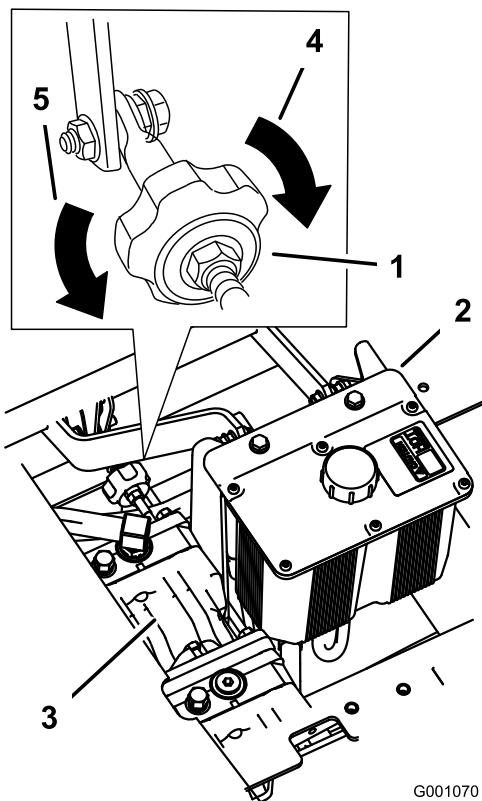

Figura 69
2. Ajuste la longitud de la varilla de la bomba girando el pomo, en el sentido apropiado, hasta que la rueda quede estacionaria o se mueva muy lentamente en marcha atrás (Figura 69).